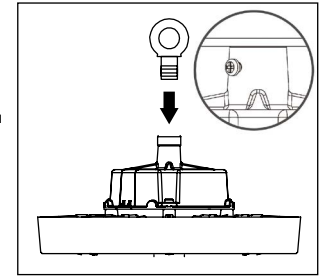

Рис. 1
- 5.5.2 Вставьте рым-болт из комплекта поставки осветительного прибора в специальное отверстие с резьбой в верхней части корпуса и надежно затяните, затем надежно затяните установочный винт, чтобы предотвратить ослабление крепления рым-болта (рис. 1).